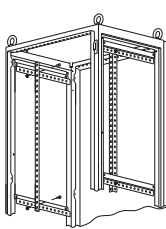
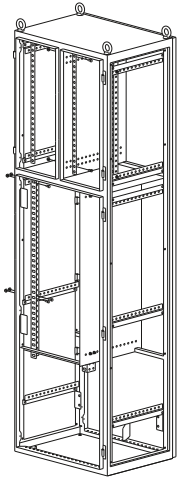

Рисунок 2
Рисунок 3
4.3.2 Приложите уголок вертикальный с внутренней стороны к боковым профилям шкафа на нужной высоте и глубине с учётом перфорации и закрепите комплектом соединительным КС (рисунок 2). При установке уголков в шкаф ВРУ-3 один из уголков прикручивается к внутренней разделительной перегородке (рисунок 3). Момент затяжки — 5 Н·м.